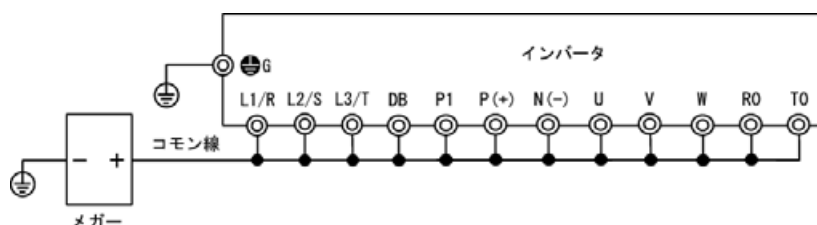

図 7.6-1 メガーテスト時の主回路端子接続
- 3) 主回路端子は、図7.6-1のようにコモン線で接続してください。（端子【RO】、【TO】は1.5 kW以上）